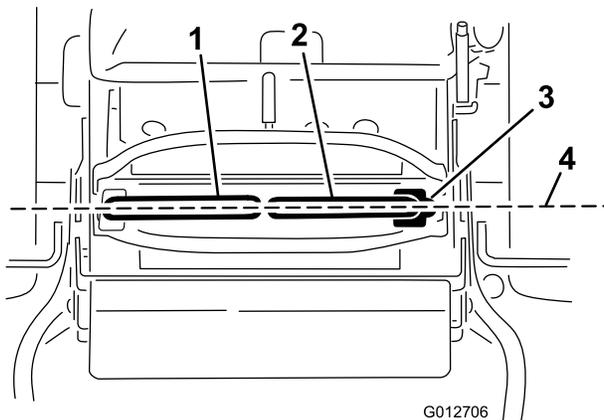

Рисунок 69
Внимание: Убедитесь, что после регулировки рычагов управления движением прямолинейное движение не нарушено (Рисунок 69).
1. После завершения горизонтального выравнивания проверьте выравнивание в продольном направлении, слегка переместив рычаги управления движением вперед, чтобы устранить любые люфты в тягах рычагов управления (Рисунок 69).